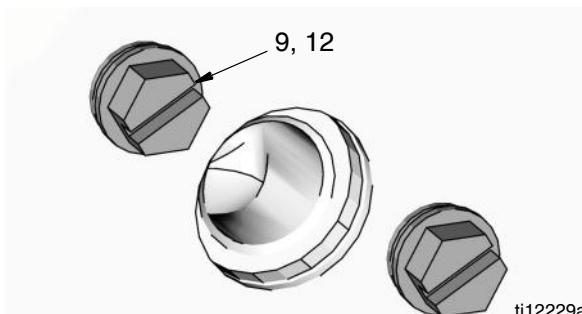

Рис. 27
6. Открутите только верхний винт (12) с шайбой (9) (Рис. 27).